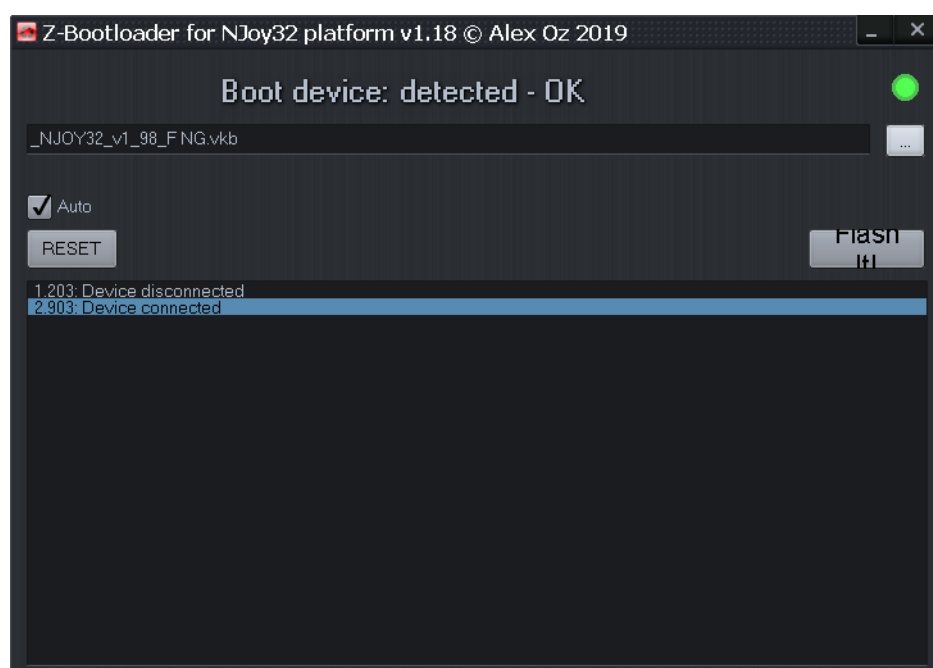

Рис. 2.3.
2. Запустите Конфигуратор контроллера, сохраненный в файле *VKBDevCfg-C.exe* выделите в списке имя контроллера и нажмите кнопку **Bootloader** на вкладке **Tools**. На экране появится окно программы прошивки (рис. 2.3)
4. Удерживая джампер замкнутым, подключите контроллер к порту USB. После этого разомкните джампер. В окне программы прошивки должно появиться сообщение об успешном подключении устройства (рис. 2.3 на с. 18). Дальнейшие действия по прошивке не отличаются от рассмотренных в разделе 2.2.1 на с. 18.